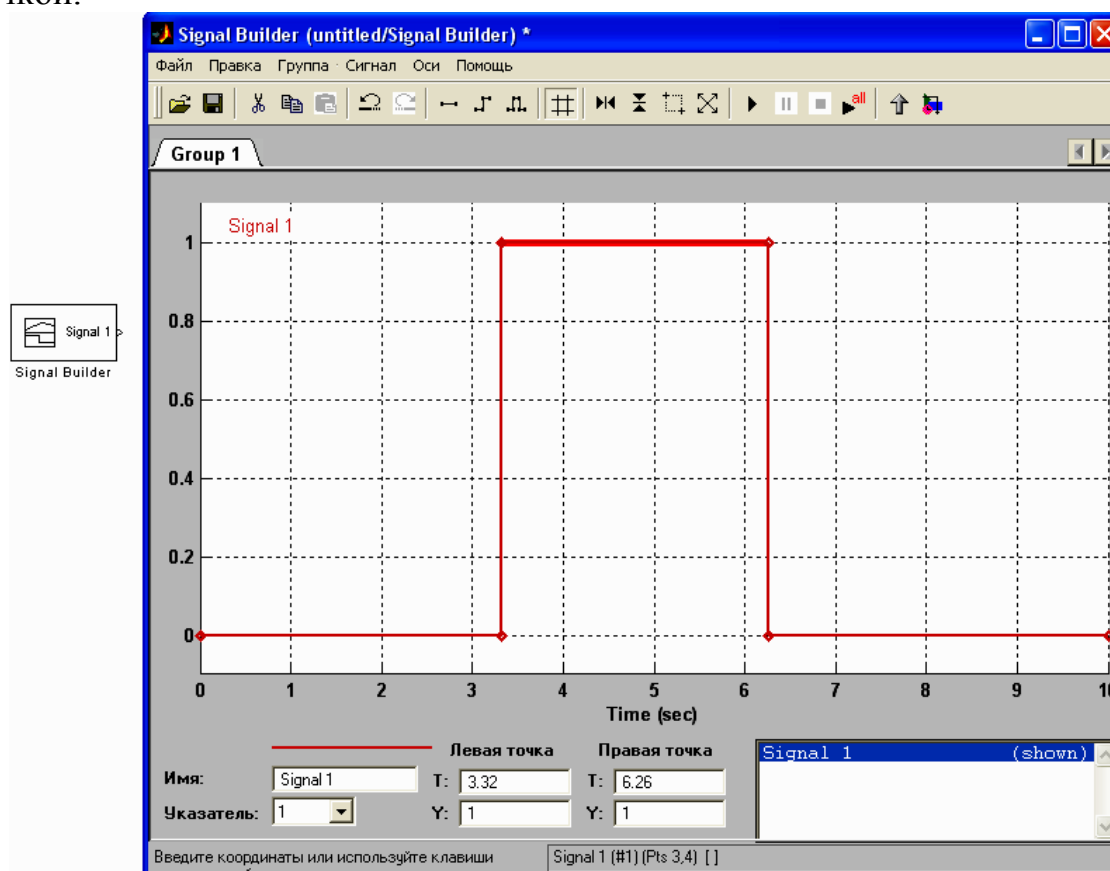

Рис. 1.53. Окно конструктора сигналов Signal Builder
По умолчанию на выходе блока Signal Builder один сигнал – прямоугольный импульс (рис. 1.53).
- или нажать один раз левую кнопку мыши – на концах линий при этом появляются жирные точки, нажать еще раз левую кнопку мыши – линия (или точка) выделится красным цветом. Далее можно задать координаты линии или точки в окне Signal Builder (см. рис. 1.53 строки «Левая точка», «Правая точка» «Т:», «Y:»).
Новый сигнал вида Постоянный, Шаг и Импульс можно также создать, нажав на одну из кнопок , расположенную на панели инструментов (см. рис. 1.53).
Переименовать существующий сигнал можно в строке «Имя» непосредственно в окне Signal Builder (см. рис. 1.53) или выбрав на панели инструментов вкладку «Сигнал → Переименовать» (см. рис. 1.54).
Кнопки , расположенные на панели инструментов (см. рис. 1.53), по функциональному назначению аналогичны кнопкам 3, 4 и 5 блока Score (см. рис. 1.41), т.е. позволяют растягивать масштаб по одной или обеим осям X или Y графика, а также возвращать первоначальный масштаб  (автошкалирование), соответствует кнопке 6 (см. рис. 1.41).
Запустить/остановить расчет модели можно кнопками , расположенными на панели инструментов (см. рис. 1.53, также см. п. 1.6.).
Кнопка , расположенная на панели инструментов окна Signal Builder (см. рис. 1.53) позволяет перейти из окна Signal Builder непосредственно в модель (диаграмму Simulink).